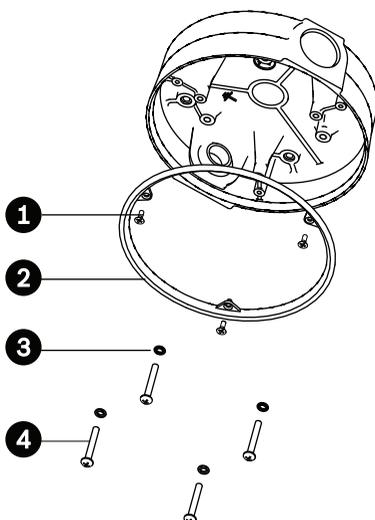

Bild 4.6 Platzierung von O-Ringen und Halterung für Installation im Außenbereich
3. Bohren Sie an den entsprechenden Stellen die vier (4) Löcher für die Montage. Verwenden Sie Schrauben mit einer Länge von mindestens 10 mm.
5. Streifen Sie die vier (4) O-Ringe mit einem Innendurchmesser von 3,97 mm und 1,78 mm Schnurstärke (Element 3, *Bild 4.6*) auf vier (4) M4-Flachkopfschrauben (nicht im Lieferumfang enthalten). Die O-Ringe sind im Lieferumfang der AutoDome Easy II Kameras für Außeneinsatz enthalten.